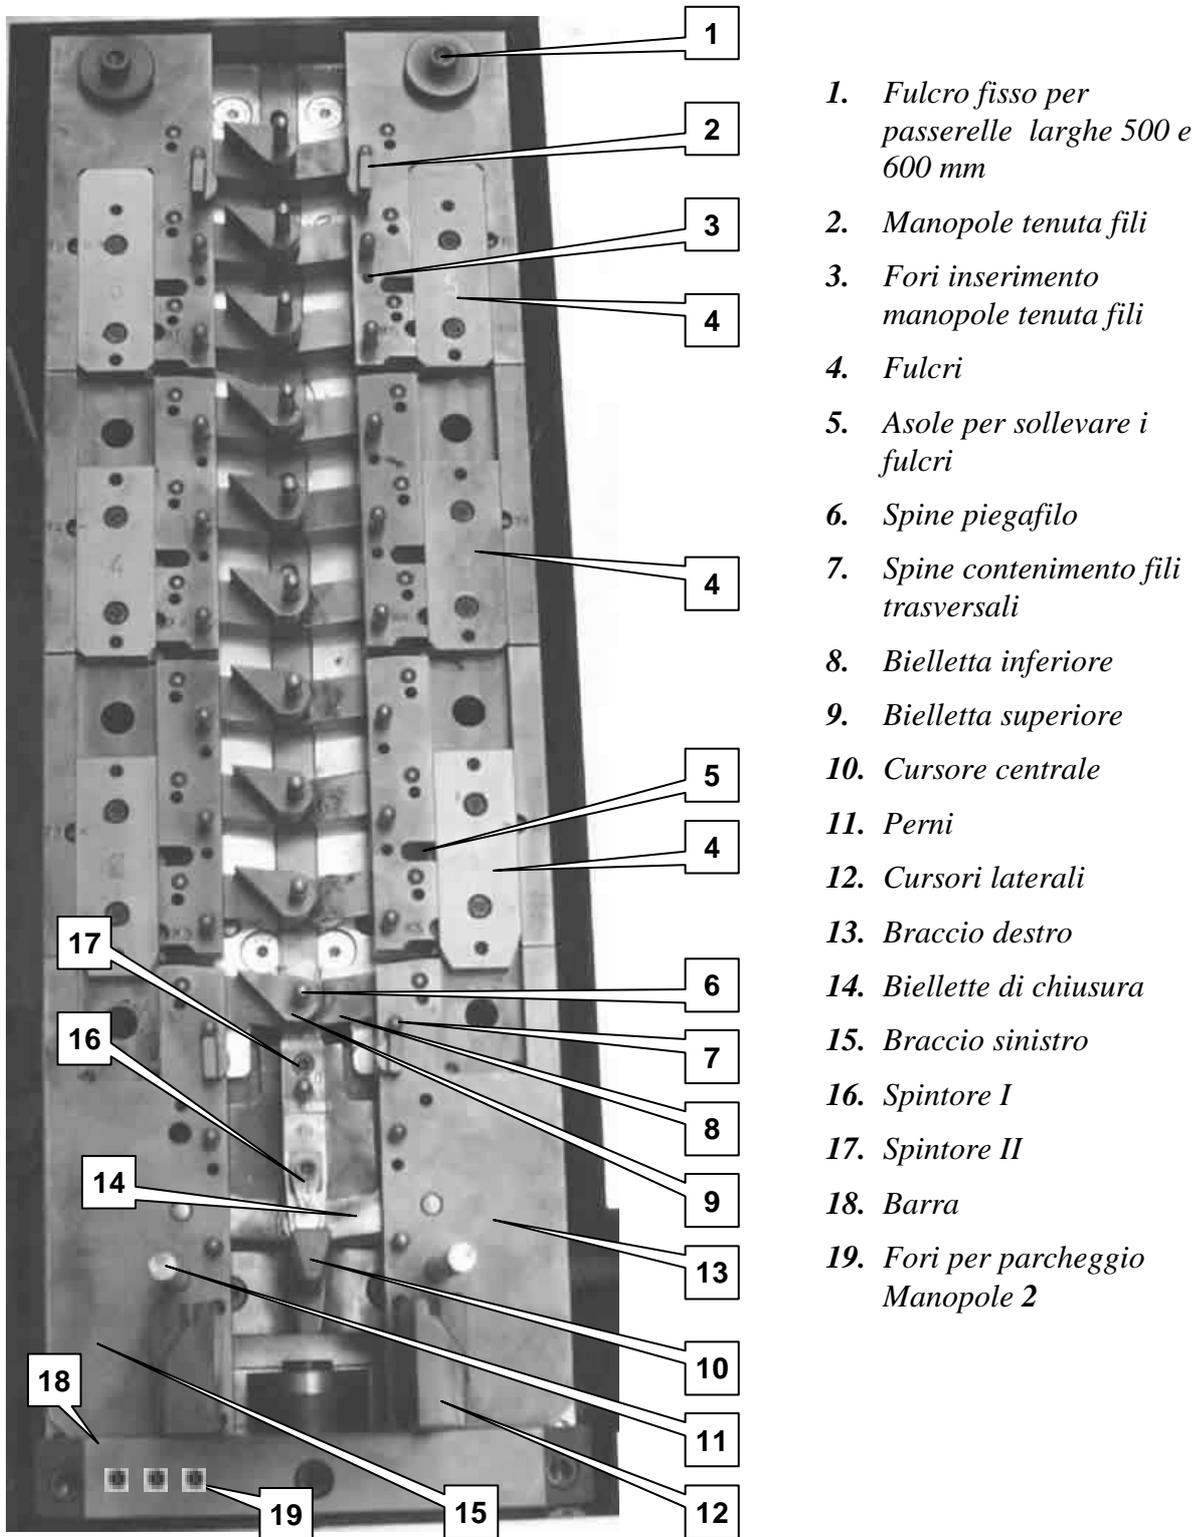

Figura 4.40 – Stazione di piega in posizione standard
*In caso di passerelle leggermente deformate sul piano ripristinare manualmente la deformazione per quanto possibile ed utilizzare le manopole sagomate ( **2** in figura 4.40) (fornite già avvitate nei bracci) per tenere in posizione i fili di fondo durante la piega.*
*Durante la fase di piega controllare che i fili non escano dalle spine ( **6** e **7** in figura 4.40), nel caso ciò avvenisse fermarsi ed inserire le manopole sagomate ( **2** in figura 4.40) di cui sopra; generalmente questo problema è causato dalle deformazioni non recuperate dei settori piegati in precedenza.*
*In caso d'interferenza con le spine ( **6** e **7** in figura 4.40) di qualche filo longitudinale della barra da lavorare, verificare se posizionandola ruotata di 180° il problema scompare. In caso contrario è possibile tagliare i fili fuori passo e procedere normalmente. **N.B.** nel caso la barra abbia tutti i fili fuori passo utilizzarla solo per i tratti dritti ed informare il Rivenditore dando gli estremi della fornitura (codice PF, data, lotto).*
1. portare la stazione di piega in posizione standard (bracci **13** e **15** paralleli come in figura 4.40);